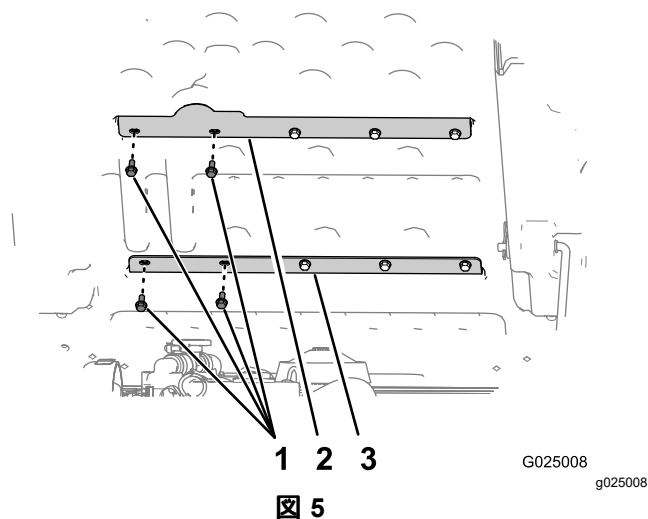

図 5
1. 一番左側にあって上側荷台ブレースを荷台に固定している2本のボルト5/16 x 3/4"を外す 図 5。
2. 一番左側にあって下側荷台ブレースを荷台に固定している2本のボルト5/16 x 3/4"を外す 図 5。